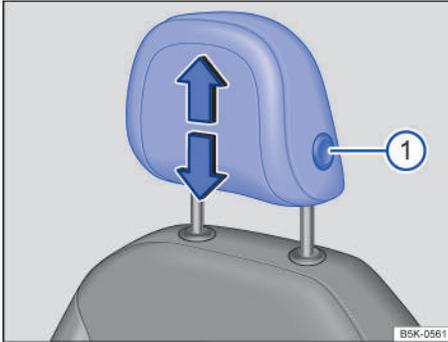
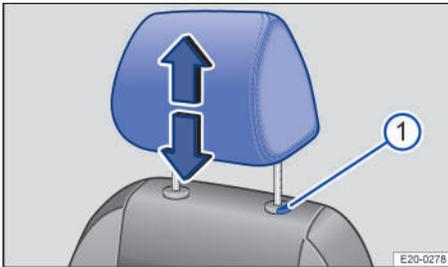

Fig. 62 En el asiento delantero: Ajustar el apoyacabezas (variante 1).
Fig. 63 En el asiento delantero: Ajustar el apoyacabezas (variante 2).
1. Suba o baje el apoyacabezas presionando al mismo tiempo la tecla → fig. 62  o → fig. 63 .